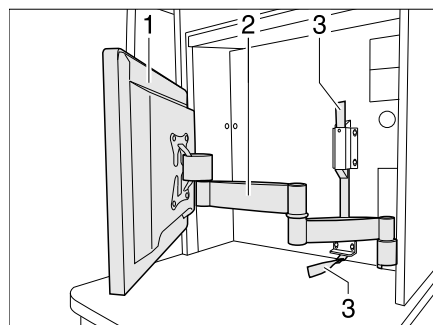

Bild 64 Flachbildschirm mit Gelenkarm
- Am Textilband (Bild 64,3) ziehen, um den Gelenkarm (Bild 64,2) zu entriegeln.
- Flachbildschirm (Bild 64,1) in die gewünschte Position schwenken.